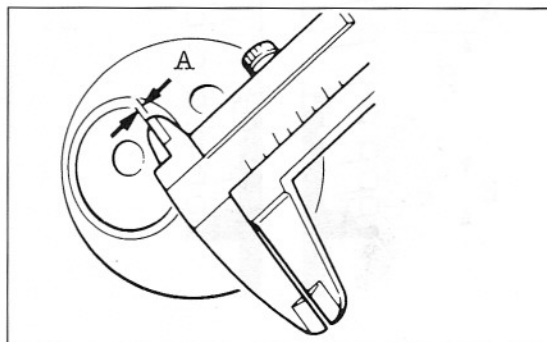

Bild 213
- Ventil kurz mit feiner Läpp-Paste anschleifen und Sitzbreite messen (Bild 213). Sollbreite: 0,5 – 1,0 mm.